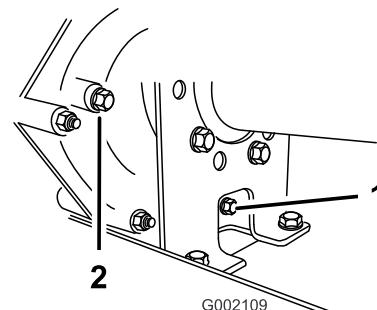
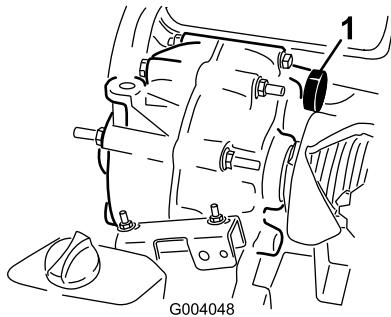

Bild 59
Bild 60
2. Reinigen Sie den Bereich um die Füll- und Ablassschraube mit einem Lappen (Bild 59).
4. Drehen Sie die Füllschraube nach links, um sie zu entfernen (Bild 59).
5. Drehen Sie die Ablassschraube nach links, um sie zu entfernen (Bild 59).
6. Setzen Sie die Ablassschraube und Dichtung in das Ablassschraubenloch am Getriebe ein und ziehen sie an (Bild 59).
7. Füllen Sie den Behälter (Bild 60) über das Füllschraubenloch mit ca. 1,4 l Öl der angegebenen Ölsorte oder bis der Ölstand im Getriebe die Unterseite des Gewindes erreicht (Bild 59).
8. Setzen Sie die Füllschraube und Dichtung in das Füllschraubenloch am Getriebe ein und ziehen sie an (Bild 59).
10. Prüfen Sie den Ölstand und füllen mehr Öl ein, wenn der Ölstand unter dem Gewinde im Füllschraubenloch liegt (Bild 59).